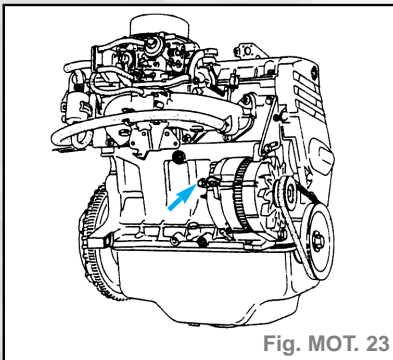

Fig. MOT. 23
- Vidanger le circuit de refroidissement par la durit inférieure du radiateur et le carter cylindres par la vis (fig. MOT 23).